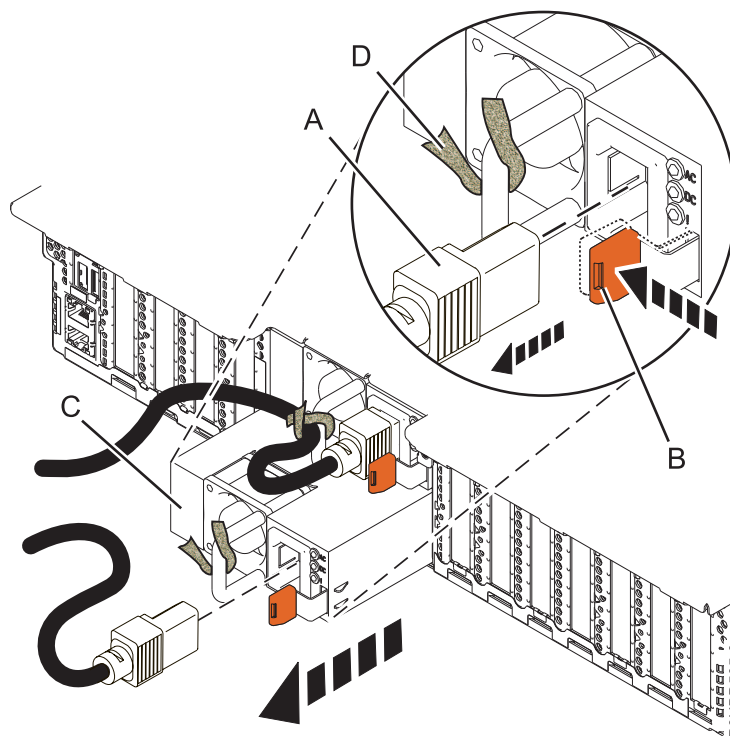

Figura 10. Remover uma fonte de alimentação do sistema
3. Identifique e desligue o cabo de alimentação da fonte de alimentação puxando a extremidade do cabo de alimentação (A) para fora da fonte de alimentação na direcção demonstrada em Figura 10 na página 14.
4. Para desenganchar a fonte de alimentação da respectiva posição no sistema, empurre a patilha de bloqueio de cor terracota (B) na direcção mostrada em Figura 10 na página 14.
5. Para libertar o cabo de alimentação que está ligado à pega, remova a presilha (D) e, em seguida, puxe o cabo de alimentação para fora da fonte de alimentação (C). Certifique-se de que retém a presilha (D) no cabo de alimentação.
6. Puxar a fonte de alimentação (C) para fora do sistema, tal como é demonstrado em Figura 10.